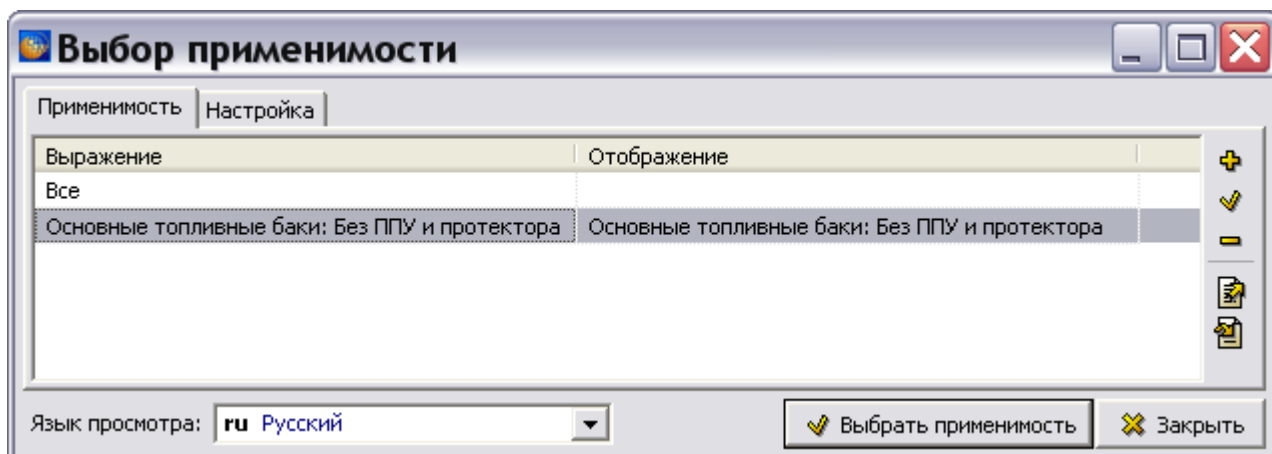

Рис. 104
9. В окне **Добавление применимости** нажмите на кнопку **Применить**. При этом произойдет переход в окно **Выбор применимости** (Рис. 104).